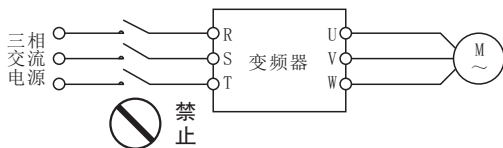

图1-5
- 严禁在变频器输入侧使用接触器等开关器件进行直接频繁起停操作。因变频器主电路存在较大的充电电流，频繁通断电，将产生热积累效应，引起元器件热疲劳，极大缩短变频器的使用寿命。如图1-5所示。